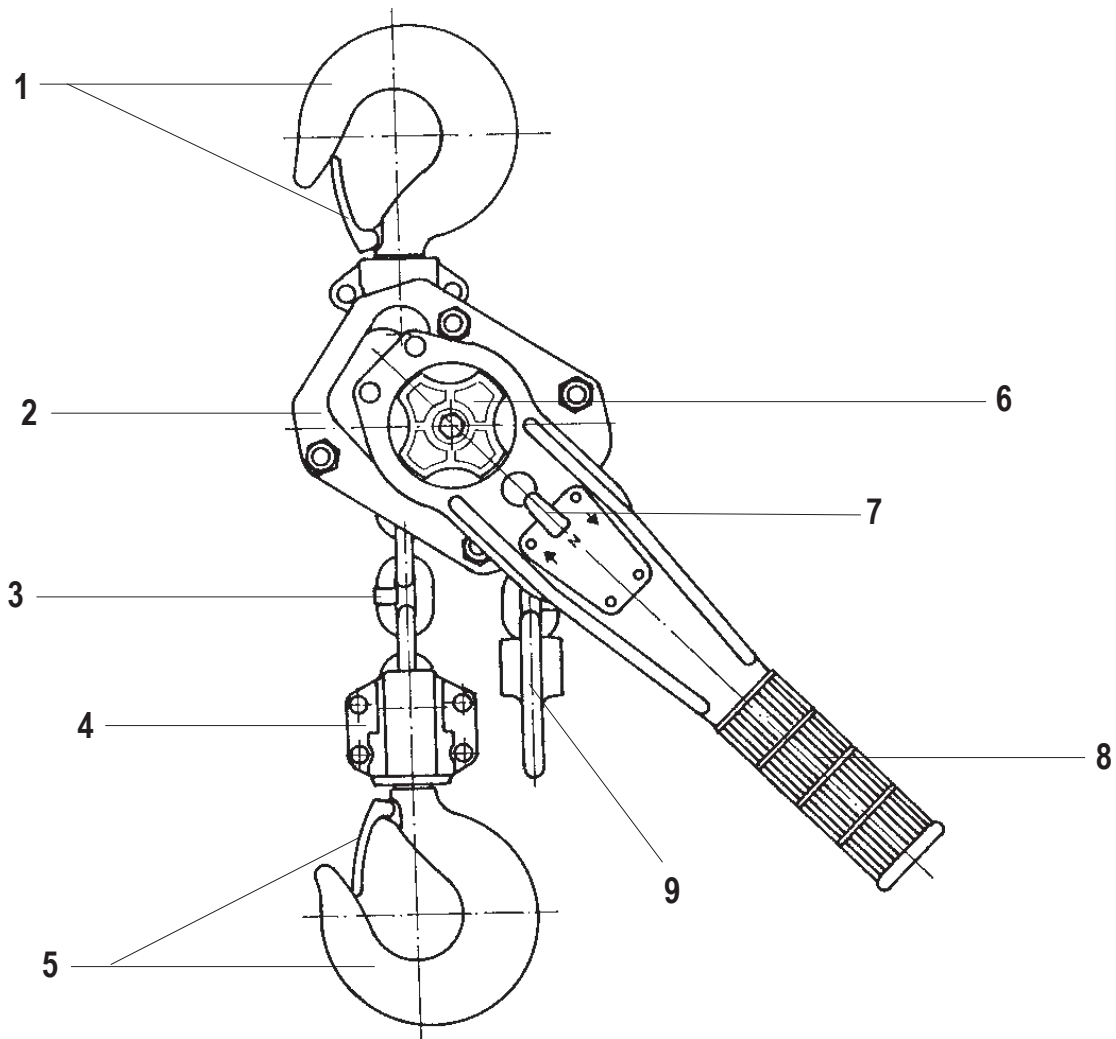

Fig. 11
- Non utilizzare la ferma catena come normali fine corsa (Fig. 11).
Il ferma catena deve essere collegato all'estremità libera della catena (Fig. 11).
Ruotare la leva di selezione del movimento (Fig. 11) in posizione neutra (posizione centrale). La catena può ora essere tirata in entrambe le direzioni così da portare il gancio di sollevamento alla posizione desiderata con estrema facilità.
Ruotare la leva di selezione del movimento in posizione sollevamento, ↑ (Fig. 11). Azionare la leva a mano pompando verso il bas-
Ruotare la leva di selezione del movimento in posizione discesa, ↓ (Fig. 11). Azionare la leva a mano pompando verso il basso.